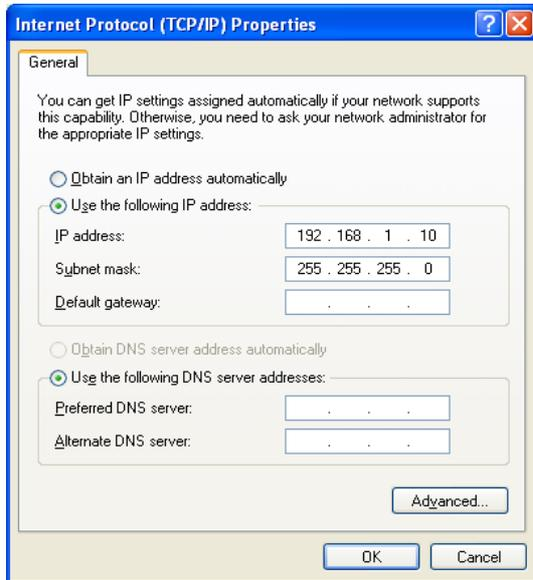

FIG. 16
- Voir FIG. 16. Sélectionner « Utiliser l'adresse IP suivante. » L'adresse IP par défaut de la pompe est 192.168.1.100. Saisir un nombre qui soit différent de l'adresse par défaut uniquement pour la dernière série de chiffres, par exemple : 192.168.1.10. Ceci permettra à l'ordinateur de se connecter au variateur de fréquence. Régler le masque de sous-réseau à 255.255.255.0.